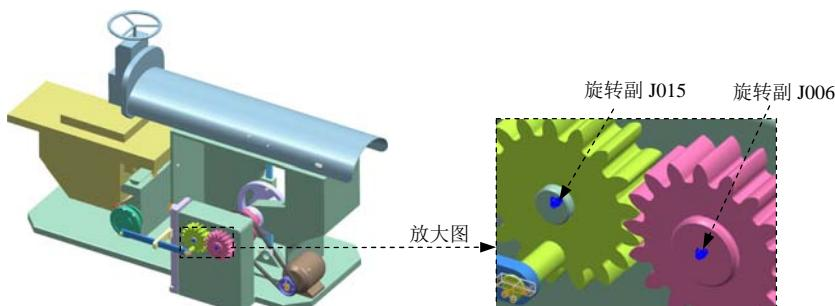

图 10.9.29 定义“齿轮副”1
(1) 选择命令。选择下拉菜单 **插入(S)** → **传动副(E)** → **齿轮副(G)**... 命令，系统弹出“齿轮副”对话框。
(2) 选择运动副驱动。单击“齿轮副”对话框中的**第一个运动副**区域下**\*选择运动副(O)**按钮，在运动导航器中选取旋转副 J006，此时图 10.9.29 所示的旋转副 J006 加亮显示；单击**第二运动副传动**区域下**\*选择运动副(O)**按钮，在运动导航器中选取旋转副 J015，此时图 10.9.29 所示的旋转副 J015 加亮显示；在**设置区域****比率**后的文本框中输入值 1，其余参数接受系统默认设置。
(3) 单击**确定**按钮，完成“齿轮副”1 的定义。